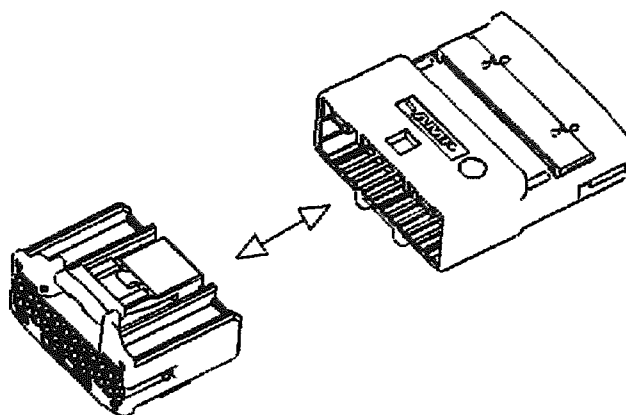

Fig. 15
(3)指定のオス・メス・ハウジングを Fig. 15 の様な向きにまっすぐ挿入して下さい。「パチン」と音がしてそれ以上押込むことが出来なければ嵌合は完了です。挿入出来ない場合には、無理に押込まず(1)(2)の項目を再度確認して下さい。